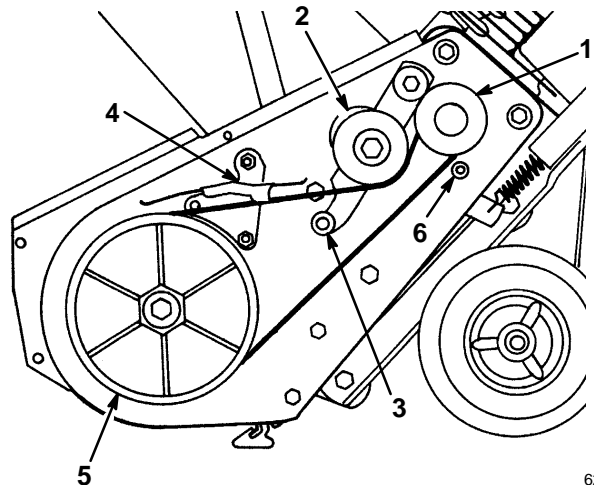

Abbildung 21
3. Die Führungsrolle herunterdrücken und den Antriebsriemen von Rotorscheibe, Bremsarm und Motorscheibe abnehmen (Abb. 21).
4. Den neuen Antriebsriemen um die Motorscheibe, unter die Führungsrolle, über die Walze, durch die Bremsvorrichtung und um die Rotorscheibe führen (Abb. 21).
WICHTIG: Der Antriebsriemen muß sich wie in Abbildung 21 gezeigt oben an der Walze befinden.